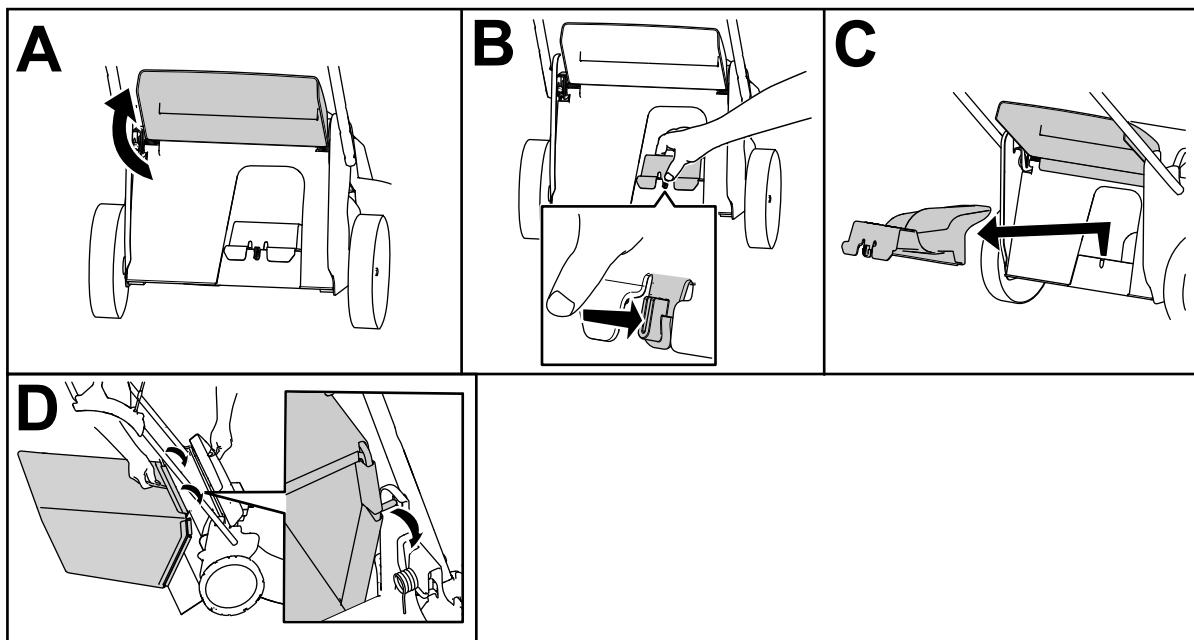

Figura 16
3. Levante y sujeté el deflecto trasero (Figura 16, A).
4. Retire el tapón de descarga trasera presionando el enganche hacia dentro con el dedo pulgar y extrayendo el tapón de la máquina (Figura 16, B y C).
5. Inserte los extremos de la varilla del recogedor en las muescas de la base del manillar, y mueva el recogedor hacia adelante y hacia atrás para verificar que los extremos de la varilla están asentados en el fondo de cada muesca (Figura 16, D).
3. Retire la varilla del recogedor de las muescas de la base del manillar (Figura 16, A).
4. Instale el tapón de descarga (Figura 16, B).
5. Baje el deflector trasero (Figura 16, C).